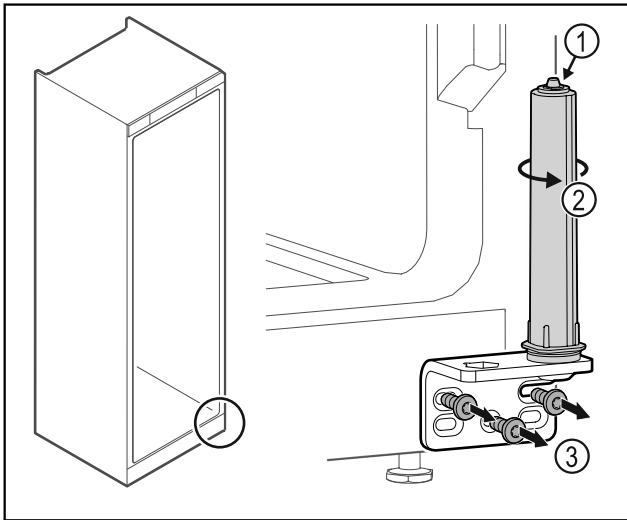

Fig. 37
- ▶ No desensamblar el sistema de cierre de la puerta Fig. 37 (1).
- ▶ Girar el sistema de cierre Fig. 37 (2) hasta que haga clic.
- ▶ Desatornillar la escuadra de bisagra Fig. 37 (3).